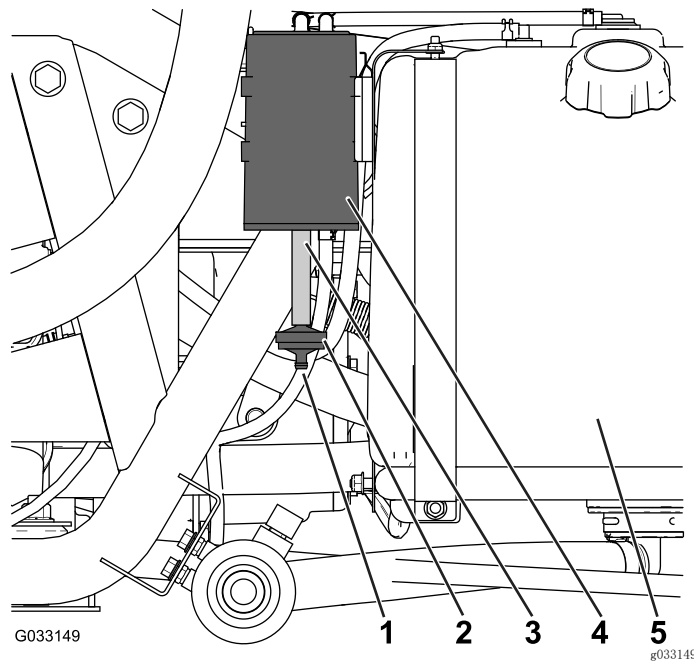

图42
检查碳罐空气过滤器底部的开口，确保开口清洁，且没有任何杂物和障碍（图42）。
1. 从碳罐底部的软管拆下碳罐过滤器的宝塔接头，然后取出过滤器（图42）。